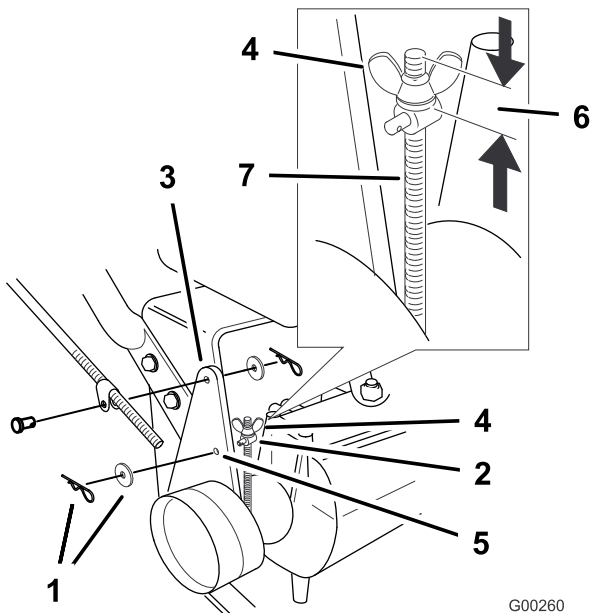

Figura 47
Nota: Para el ajuste inicial, ajuste la tuerca de orejeta hasta que se encuentre a 32 mm (1-1/4 pulg.) de la parte superior de la varilla (Figura 47).
5. Para ajustar el freno, retire el pasador de horquilla y la arandela de la palanca del freno y el collar (Figura 47).
8. Instale el collar en el taladro F (Figura 47). Apriete la tuerca de orejeta.
9. Fije el collar a la palanca de freno con la arandela y el pasador de horquilla (Figura 47).